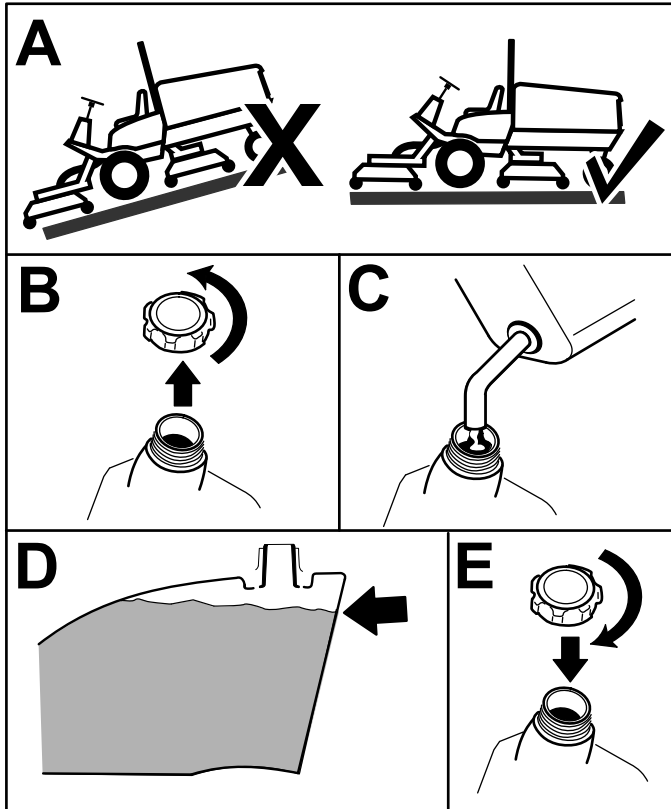

Bild 18
1. Stellen Sie die Maschine auf eine ebene Fläche (Bild 18).
2. Nehmen Sie den Deckel vom Kraftstofftank ab (Bild 18).
3. Füllen Sie den Tank auf, bis der Stand zwischen 6 mm und 13 mm unterhalb der Unterkante des Füllstutzens liegt (Bild 18).
4. Schrauben Sie den Tankdeckel nach dem Auffüllen des Tanks sorgfältig fest (Bild 18).